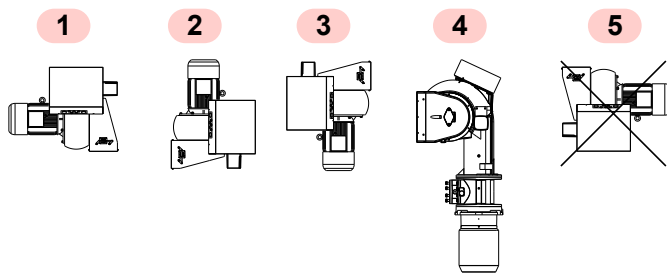

Abb. 11
- Der Brenner kann ausschließlich in den Stellungen **1**, **2**, **3** und **4** (Abb. 11) funktionieren.